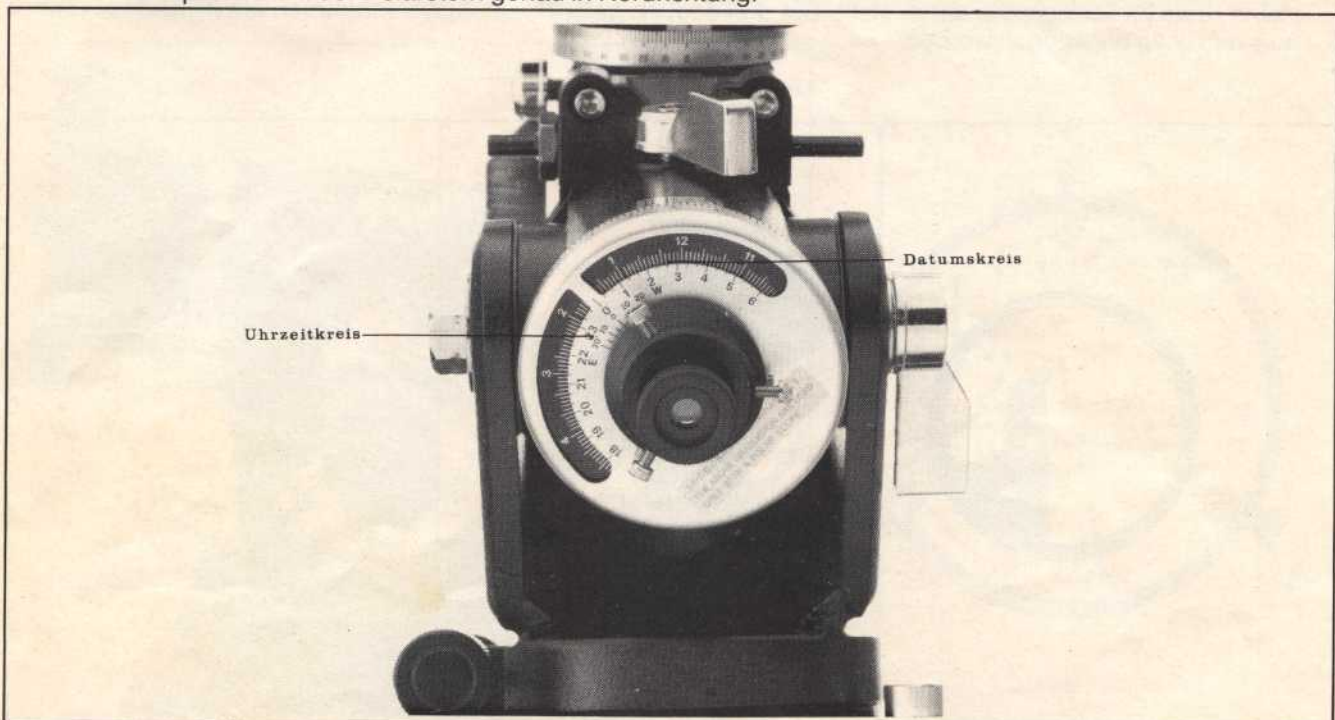

Abb. 34: Datum- und Uhrzeitkreis
d) Zwei Teilkreise befinden sich am unteren Ende der Polachse (Abb. 34): Der Datumskreis und der Uhrzeitkreis. Die Zahlen des Datumskreises bedeuten die Monate, wobei die Einteilung in 2-Tagesintervallen erfolgt. Der Uhrzeitkreis gibt die Mitteleuropäische Uhrzeit von 18 Uhr abends bis 6 Uhr morgens in 20-Minuten-Schritten an. Die Funktion des innersten Skalenrings (Ortszeiteinstellung über Korrektur der geographischen Länge, Anzeige 20 Grad Ost bis 20 Grad West) wird im Kapitel über die Poljustierung der Montierung mit Hilfe des Polarsterns näher erläutert. Die Skala wird im Moment nicht benötigt.